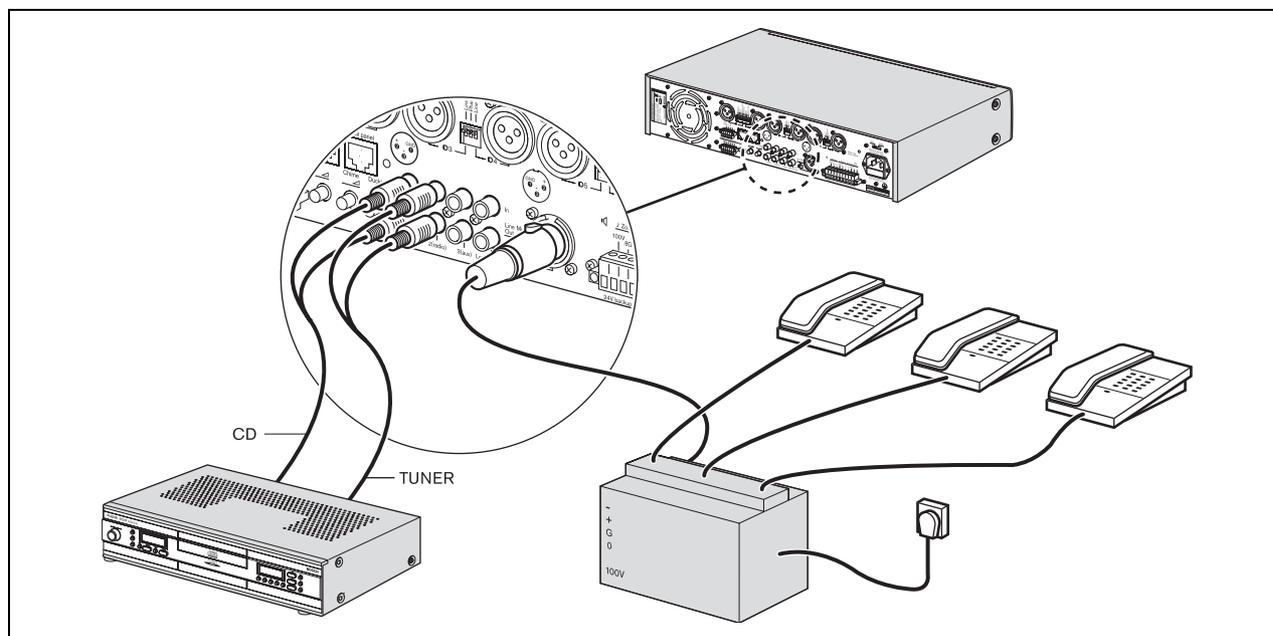

figura 4.9: Connessione degli ingressi della sorgente musicale
Utilizzare il connettore dell'uscita principale per la musica (24) per fornire a un altro dispositivo una sorgente musicale in uscita dedicata. Per esempio, è possibile collegare l'uscita principale per musica a un accoppiatore telefonico, in modo che chi chiama possa ascoltare musica quando viene messo in attesa (vedere figura 4.9).
Usare il dispositivo esterno per l'elaborazione audio, innesto ingresso amp, uscita pre(22) (ad es. un equalizzatore o il soppressore di feedback Plena) da collegare fra gli stadi del preamplificatore e dell'amplificatore di potenza. Vedere figura 4.9.